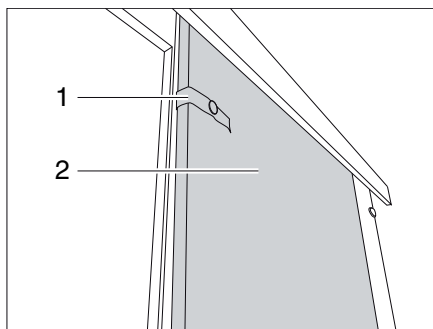

Bild 226 Skjutdörr
- Lossa säkringskedjan (Bild 226,1).
- Dra skjutdörren (Bild 226,2) till stängt läge.
- Dra skjutdörren (Bild 226,2) till öppet läge.
- Fäst skjutdörren med säkerhetsbandet (Bild 226,1).